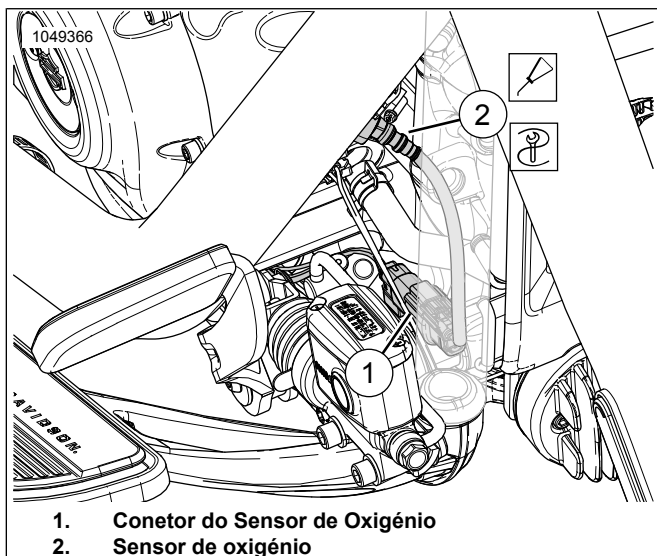

Figura 21. Sensor de Oxigênio Dianteiro
Ver Figura 21. Desligar o conector do sensor de oxigênio dianteiro (1) do chicote principal.